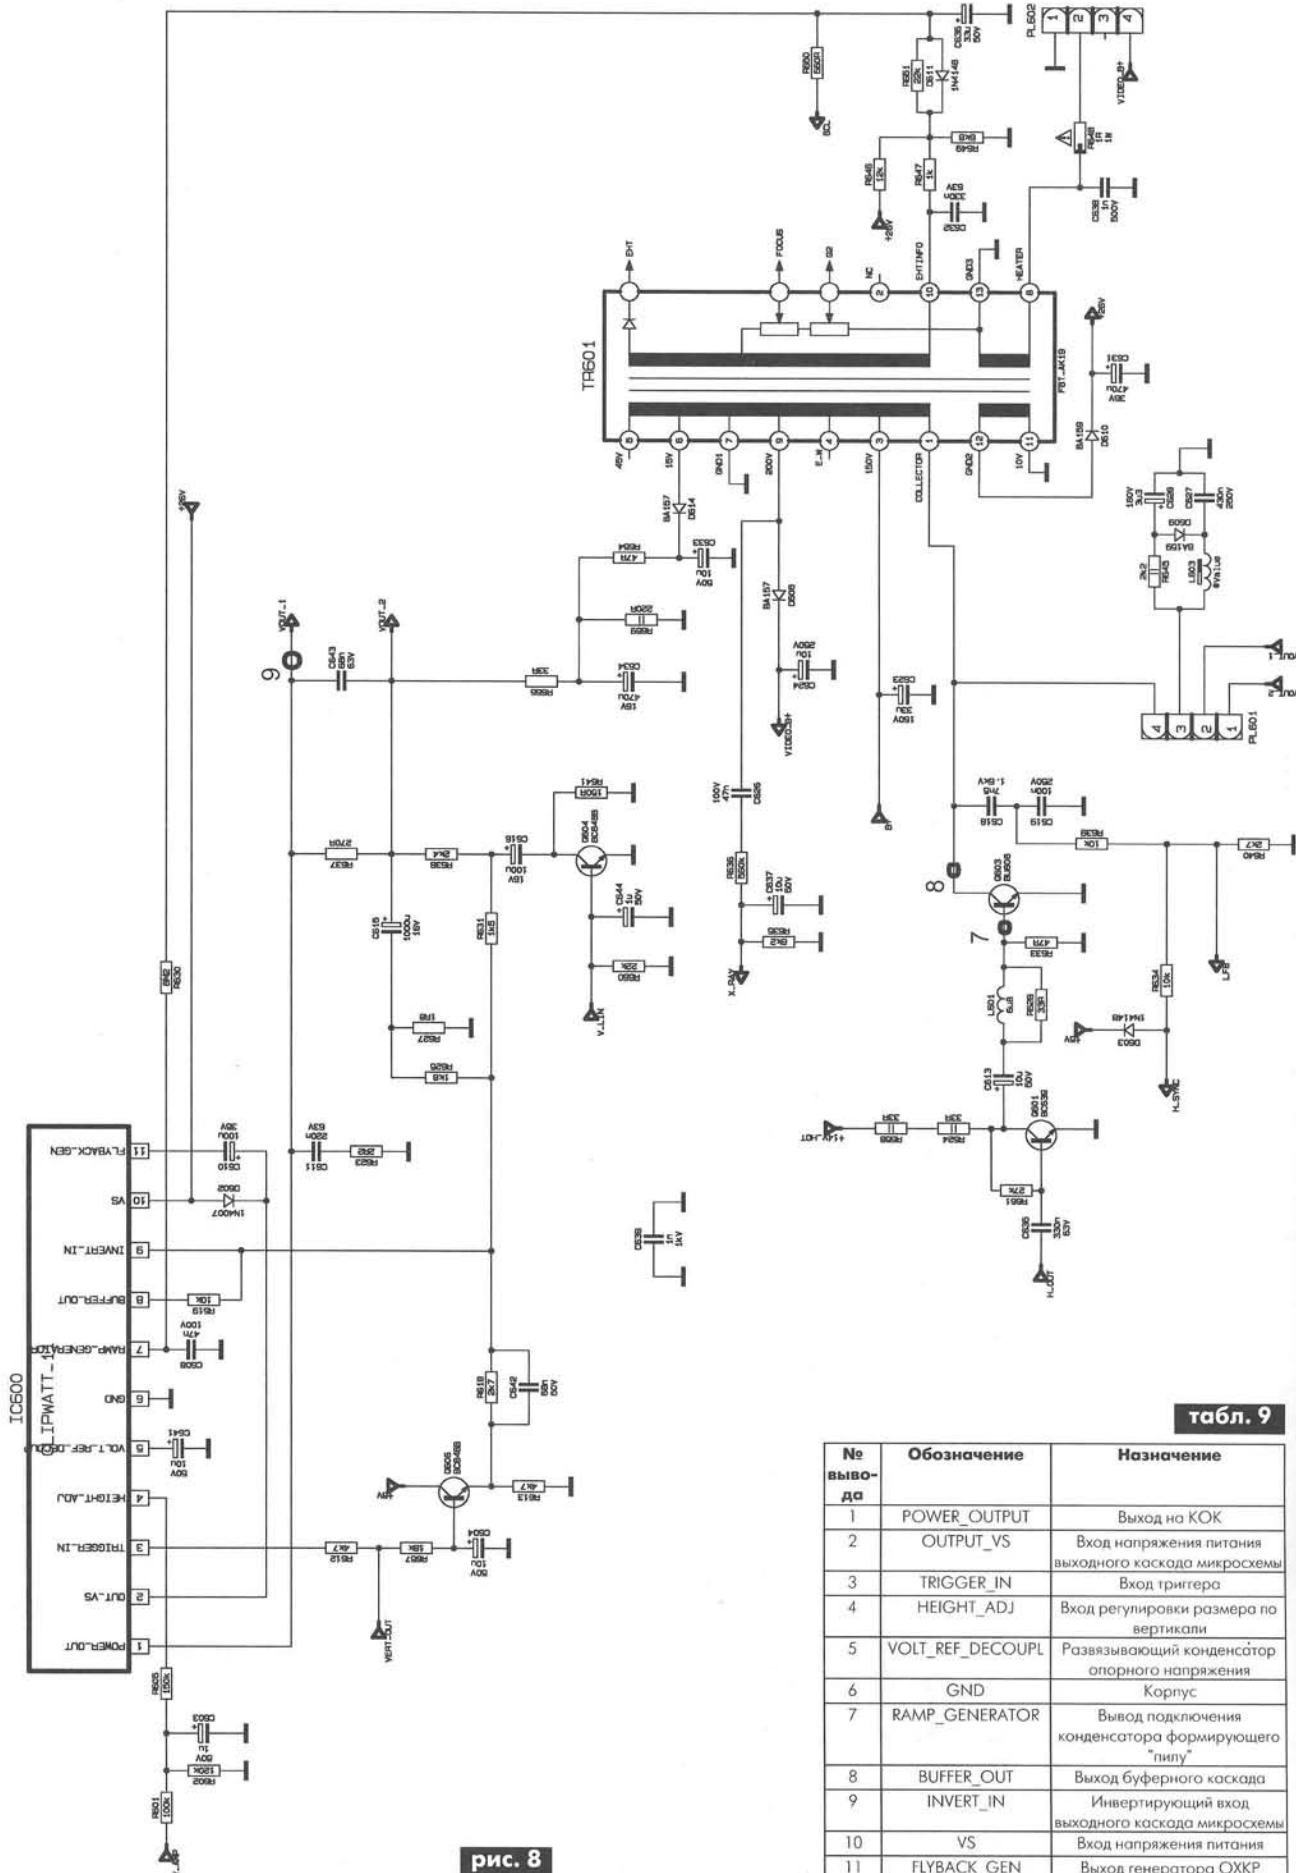
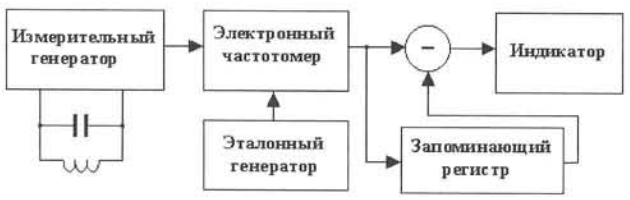

рис. 8
рис. 4
Микросхема IC403 содержит синхропроцессор, который генерирует, формирует и синхронизирует строчные и кадровые запускающие импульсы, управляющие соответственно строчной и кадровой развертками. Строчная синхронизация имеет две петли АПЧФ. Внешний фильтр первой петли АПЧФ подключен к выводу 50 и составлен из конденсаторов C414, C410 и резистора R421. Импульсы управления строчной разверткой снимаются с вывода 48 (HOUT), а вывод 49 (LFB_SSC) имеет двойное назначение. Во-первых, на него поступает строчный импульс с вывода 1 ТДКС (рис.8) поделенный сначала емкостным делителем на конденсаторах C618 и C619, а затем резистивным делителем на R639, R640. Диодный огра-
ничитель на D407 и R423 (см. рис.4) ограничивает максимальное значение этого импульса уровнем 8 В. Резистор R426 – ограничительный. Во-вторых, вывод 49 (LFB_SSC) БИС IC403 – это выход стробирующего импульса, который поступает далее в схему через эмиттерный повторитель на транзисторе Q404.
При этом на резисторах R649, R647 создается падение напряжения, “плюсом” приложенное к корпусу, а минусом – к выводу ЕНТINFO (10) ТДКС. Оно способствует разряду ранее заряженного конденсатора C632 и уменьшению положительного напряжения между его обкладками. Причем, чем больше ток лучей кинескопа, тем больше падение напряжения на резисторах R649, R647 и меньше положительное напряжение на C632. Полученное управляющее напряжение фильтруется ФНЧ C636, R651, D611 и через дополнительный фильтр R650, C419 поступает на вывод 46 (BCL_SAF) видеопроцессора IC403 (см. рис. 4).
Кадровые импульсы отрицательной полярности, сформированные в микросхеме видеопроцессора IC403, снимаются с вывода 47 (VERT) этой микросхемы (см. рис. 4) и через ограничительный резистор R612 поступают на вывод 3 выходной микросхемы кадровой развертки IC600 типа TDA8174AW (см. рис. 8). Она изготавливается в корпусе SIPWATT11 с 11-ю выводами. Назначение всех выводов этой микросхемы представлено в **табл.9**.
Идея использования цифрового частотомера для регистрации ухода частоты измерительного генератора не нова [2]. Такой металлоискатель (FM – Frequency Meter) свободен от большинства недостатков, присущих предыдущим схемам. Структурная схема FM-металлоискателя показана на рис.4.